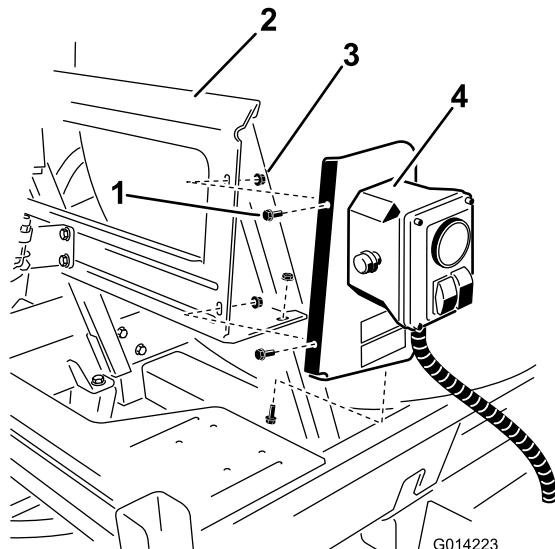

図 8
- ボルト (1/4 x 5/8 inch) 3本とロックナット (1/4 インチ) 4個を使用して、図 8 のように、アセンブリをブラケットに固定する。